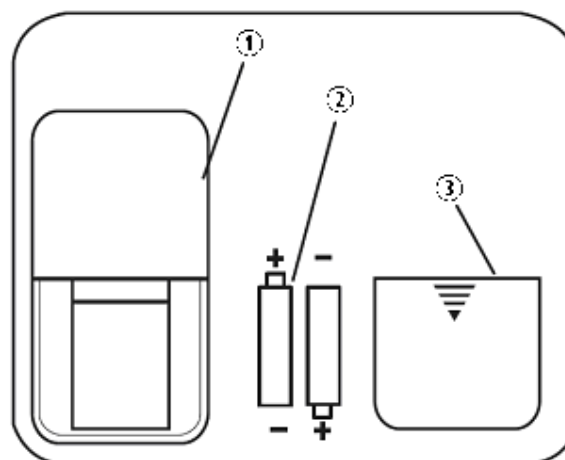

Bild 10
(1) Öppna batterifodralets lock genom att skjuta upp det. (2) Lägg i batterierna och se till att batterierna sätts på plats enligt bild 10. (3) Stäng batterifodralets lock genom att skjuta fast det.